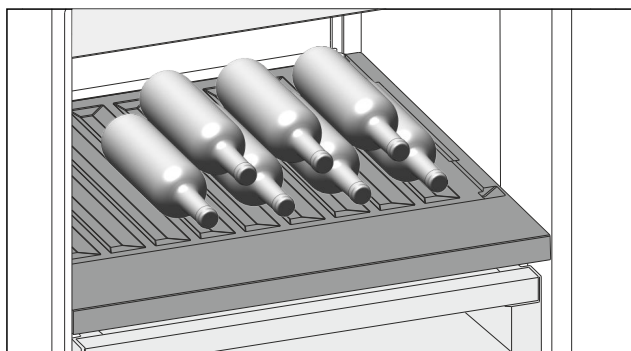

Fig. 143
- ▶ 将瓶底向后对着后壁放入瓶子。(参见 Fig. 143)